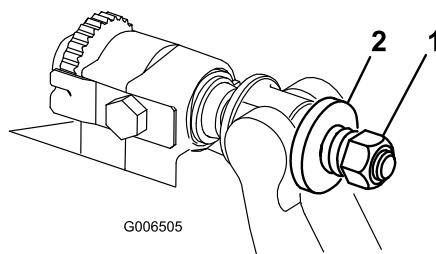

Figura 23
6. Apriete la tuerca de tensado del muelle hasta que el muelle esté comprimido del todo, luego aflojela 1/2 vuelta (Figura 23).